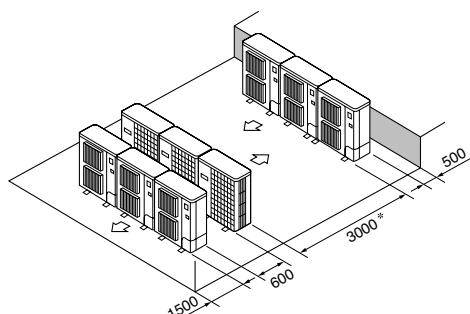

Fig. 2-13
⑥ Uppställning med flera parallella enheter (Fig. 2-13)